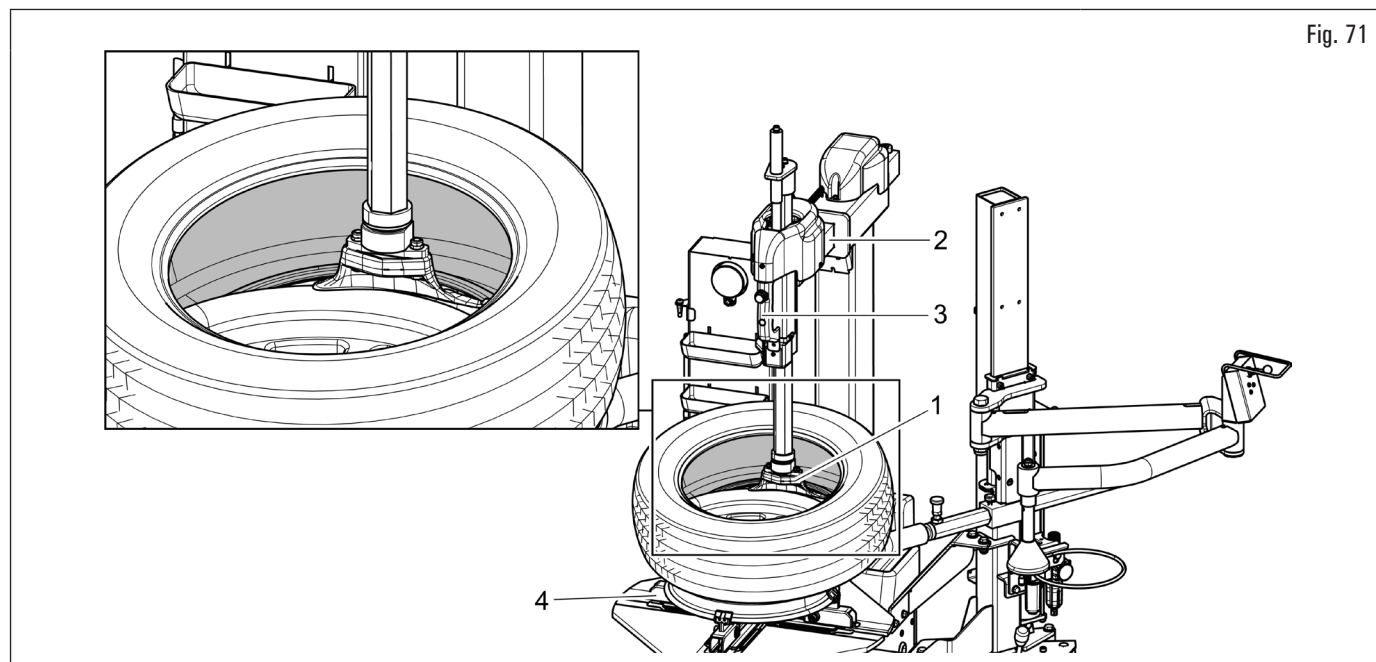

Fig. 71
5. positionner la tête outil (Fig. 71 réf. 1) contre le bord de la jante et bloquer le bras opérant (Fig. 71 réf. 2) ;
Si le montage concerne la roue précédemment démontée, ou, dans tous les cas, en cas d'intervention sur des roues avec jante de même dimension, il n'est pas nécessaire d'intervenir à chaque fois sur la poignée (Fig. 71 réf. 3) pour bloquer et débloquer, mais il suffit de repositionner le bras (Fig. 71 réf. 2).
6. guider le pneu avec les mains de façon que le talon passe sous la partie en forme d'outil de la tête outil (Fig. 71 réf. 1) et à l'extérieur de son bord d'appui (voir Fig. 71 pour le talon inférieur) ;
7. tourner le mandrin (Fig. 71 réf. 4) dans le sens des aiguilles d'une montre, en appuyant sur la pédale correspondante et en maintenant avec les mains le talon du pneu enfoncé dans la gorge interne de la jante ;